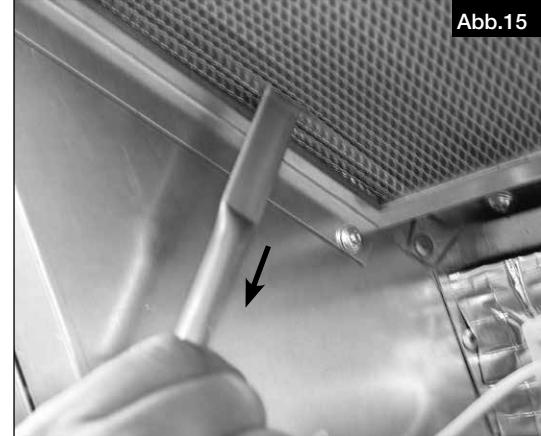

Abb.15
4. Den Frostschutz-Fühler WT aus den Wärmetauscherlamellen ziehen (Abb.15)